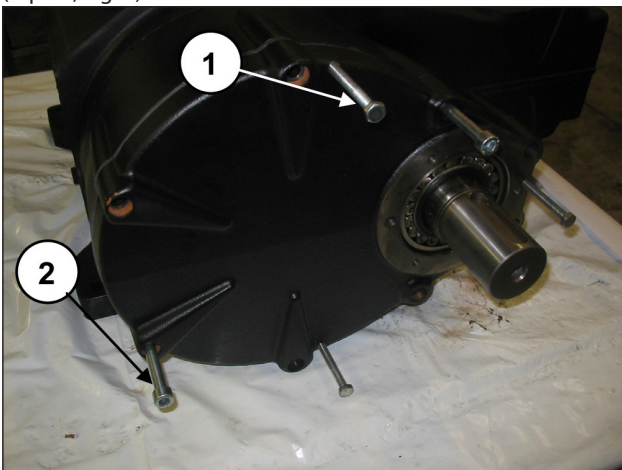

Fig. 7
Placer 3 goujons ou vis filetés M8 (rep. ①, Fig. 7) faisant office d'extracteurs, dans les orifices prévus à cet effet et deux vis M10 suffisamment longues servant à soutenir le couvercle (rep. ②, Fig. 7).